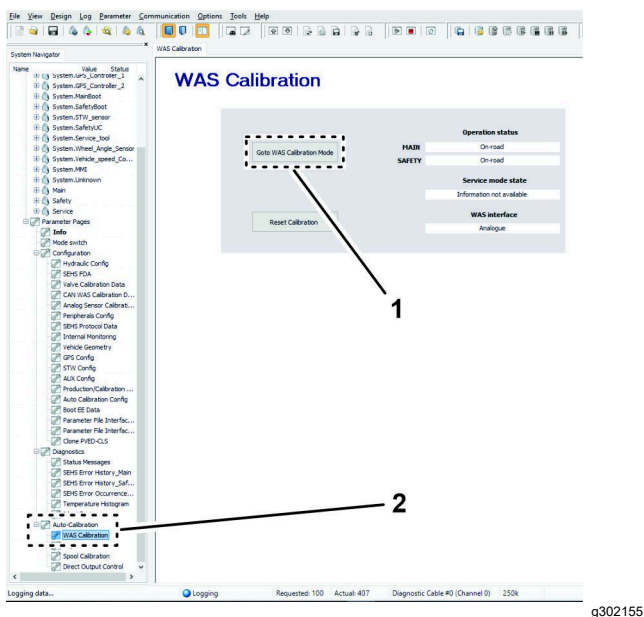

Figura 147
10. No separador System Navigator, navegue até à pasta AUTO CALIBRATION, e clique no ícone + (Figura 147).
11. Cliquem no ícone WAS CALIBRATION (Figura 147).
2. No ecrã WAS CALIBRATION, clique no ícone GOTO WAS CALIBRATION MODE (Figura 147).